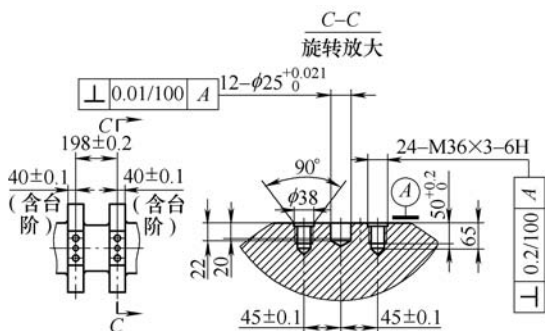

图 1
(1) 图样分析。图样要求在曲轴安装面上加工 $M36 \times 3-6H$ 、钻深65mm、攻深50mm的螺纹孔,并在孔口倒夹角为 90° 的角,要求螺纹孔的中心线与安装面的垂直度在0.002mm以内,加工 $\phi 25^{+0.021}_0$ mm的销子孔,销子孔钻深22mm、镗深20mm,要求销子孔的中心线与安装面的垂直度在0.000 1mm以内,其安装面上的孔与平衡块上的孔是通过定位销和螺栓联接相互配合装配的,某曲轴安装面孔的结构尺寸如图1所示。
(2) 工艺方案的选择。通过对图样所要求加工的部位进行分析,可选择两种加工方法:①在车铣中心上加工安装面上所有的孔,需要 $\phi 24$ mm和 $\phi 33$ mm潜孔钻、 $\phi 25$ mm镗刀和 $M36 \times 3$ mm的螺纹铣刀,投入刀具费用高。②在车铣中心上加工出中间的定位销孔,再借用安装面钻模,在曲轴上采用六点定位原理,用普通的Z35钻床加工安装面上的螺纹孔,需要的刀具具有普通的 $\phi 32.5$ mm麻花钻、 $\phi 32.9$ mm